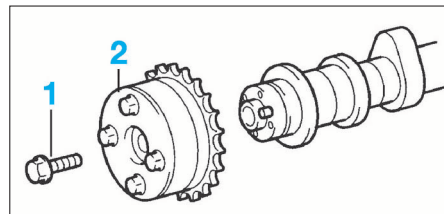

FIG. 34
- Déposer la vis (1) puis le déphaseur (2) (fig. 34).
- S'assurer qu'il n'y a pas de jeu entre la vis (1) et le déphaseur (2) (fig. 34), puis serrer la vis au couple prescrit.